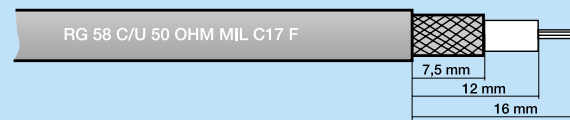

Bild 2: Montage-reihenfolge für die Montage eines FME-Steckers.
2. Abisolieren des Kabels (Abbildung 2)
4. Leichtes Abstreifen des Abschirmflechts von der Innenleiterisolation und Aufschieben des Steckergehäuses mit vormontierter Befestigungsmutter auf die Innenleiterisolation. Dabei ist sorgfältig darauf zu achten, daß das Abschirmflecht komplett außen am Steckergehäuse anliegt (siehe Abbildung 2).